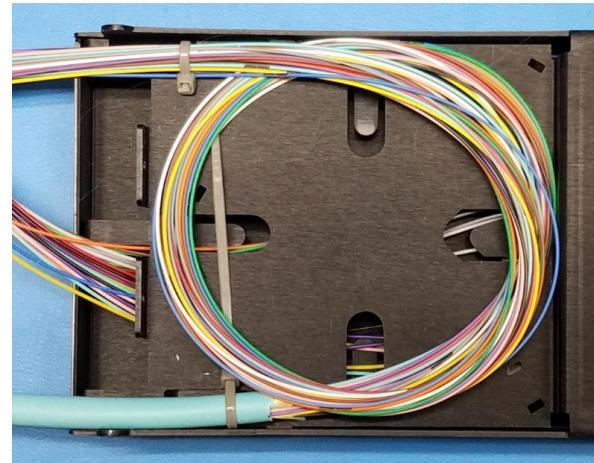

Figure 6
3.8 Séparer les fibres d'artère en groupe de 12. Prévoir une boucle de mou pour la partie exposée du câble d'artère dans l'aire de stockage du couvercle inférieur (**figure 6**). Assujettir temporairement la boucle au moyen d'une deuxième attache. Installer le couvercle inférieur et retourner le module.